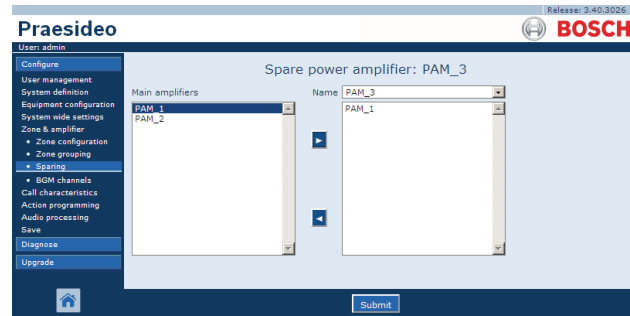

figura 46.11: Reservas, paso 1
- 1 Vaya a *Configure > Zone & amplifier > Sparing*. Aparece una pantalla similar a la mostrada en figura 46.11 en el cuadro principal de la interfaz Web.